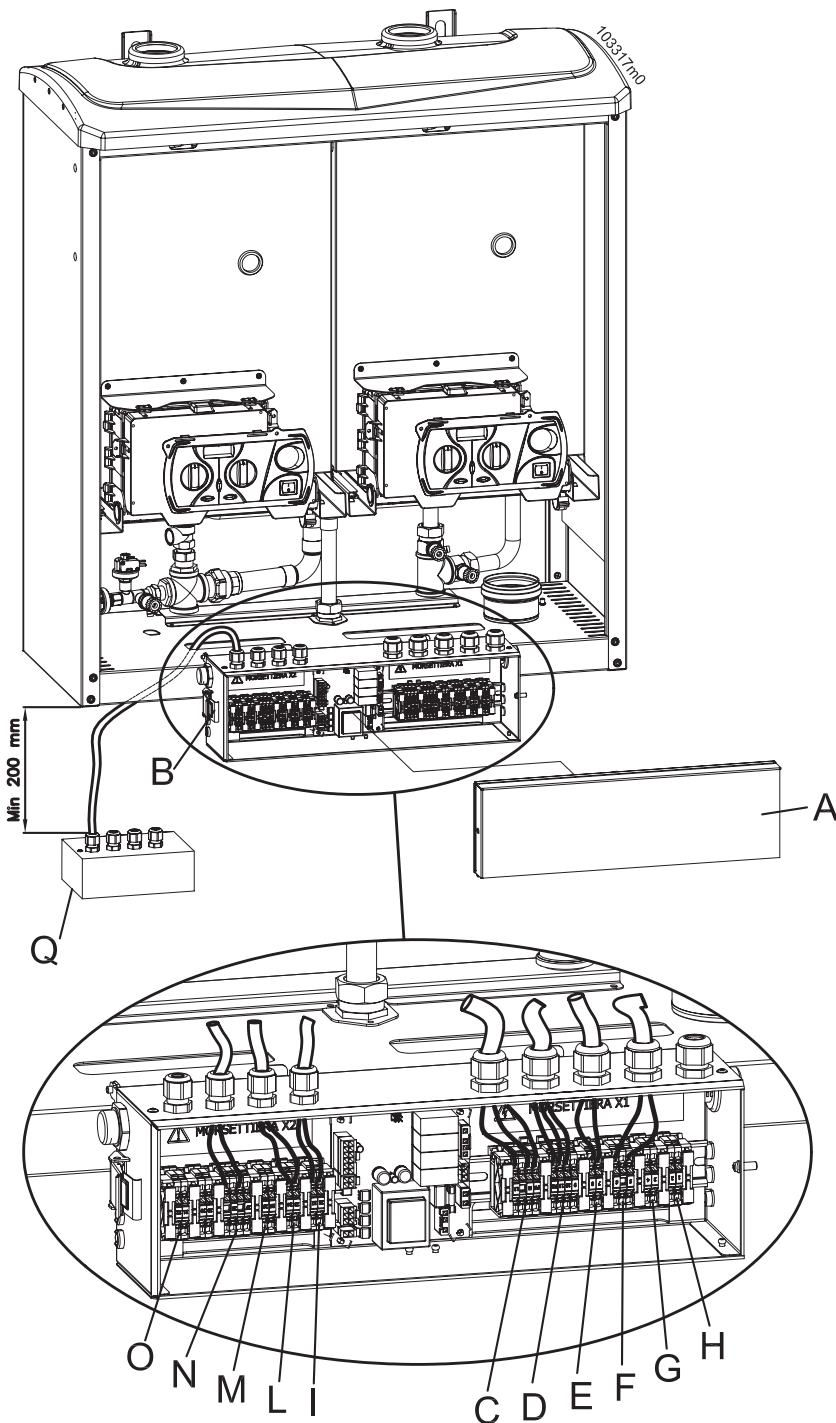

Figura 5-11 - Collegamenti elettrici
ATTENZIONE!!! Per permettere l'apertura del pannello portastrumenti tenere i cavi almeno 200 mm più lunghi di quanto serve per effettuare il collegamento come evidenzia il particolare "Q" di figura 5-11.
Per l'allacciamento del cavo di alimentazione elettrica, procedere come di seguito (fare riferimento alla figura 5-11):
- 3.- posare il cavo di alimentazione "C" come illustrato nella figura 5-11;
Per l'allacciamento del cavo del termostato ambiente, procedere come di seguito (fare riferimento alle figura 5-11):
- 5.- collegare i 2 capi del cavo ai morsetti "TA" (vedi figura 5-11).
- 2.- collegare il cavo bipolare ai morsetti "L" di cui in figura 5-11;
Per l'allacciamento del cavo del comando remoto, procedere come di seguito (fare riferimento alle figura 5-11):
- 3.- collegare i 2 capi del cavo ai morsetti "27" e "28" della morsettiera X2 (vedi figura 5-11 particolare "N").
Per una migliore gestione e sfruttamento razionale dell'energia, il modulo termico può essere comandato da qualsiasi termoregolatore esterno (vedi figura 4-8 particolare "10") che abbia una uscita analogica 0-10Vdc. Collegando tale uscita ai morsetti "31" e "32" della morsettiera X2 di cui in figura 5-11, particolare "O" (rispettare la polarità), il modulo termico dualdens si autoregola in funzione della richiesta generata dal termoregolatore.
Nella morsettiera di collegamento del modulo termico sono presenti i morsetti "1" e "2" (vedi particolare "H" di figura 5-11). Tali morsetti fanno capo al contatto di un relè interno. Quando un qualsiasi elemento termico del modulo va in avaria il contatto si chiude. Tale informazione potrà essere utilizzata dall'installatore per remotare un allarme in zona visibile e/o udibile.
Nella morsettiera di collegamento del modulo termico sono presenti i morsetti "3" e "4" (vedi particolare "G" di figura 5-11). Tali morsetti fanno capo al contatto di un relè interno. Lo stato del contatto è chiuso quando un qualsiasi elemento termico ha il bruciatore in funzione. Tale informazione potrà essere utilizzata dall'installatore per remotare un segnale in zona visibile il quale dovrà essere interpretato come "modulo termico in funzione".